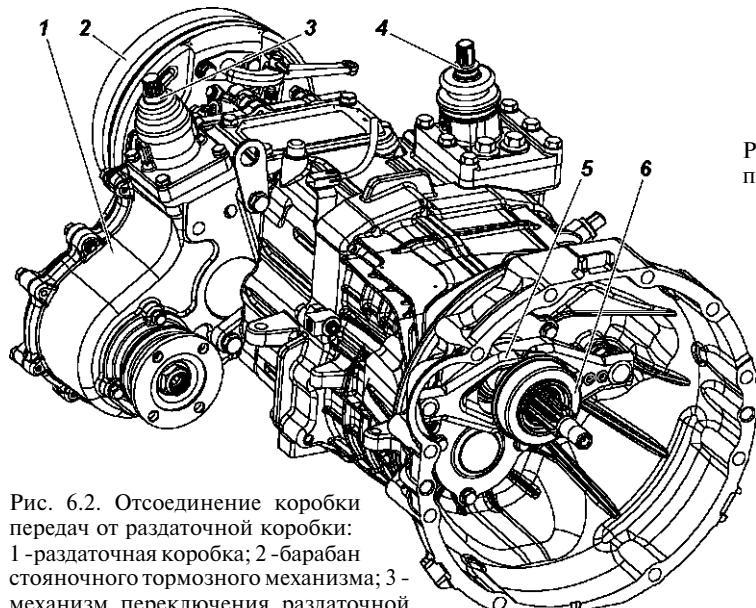

Рис. 6.2. Отсоединение коробки передач от раздаточной коробки:
2. Включите в раздаточной коробке 1 (рис.6.2) прямую передачу.